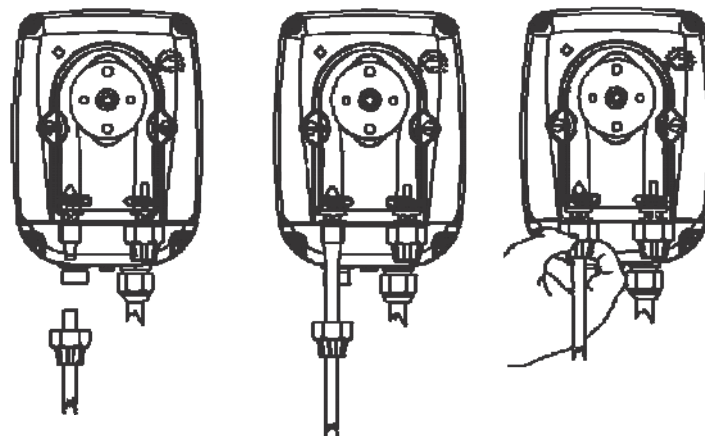

Fig. 6
- d.- Inserire fino in fondo i tubetti sui relativi attacchi conici e bloccarli con le apposite ghiera di fissaggio (Fig. 6).